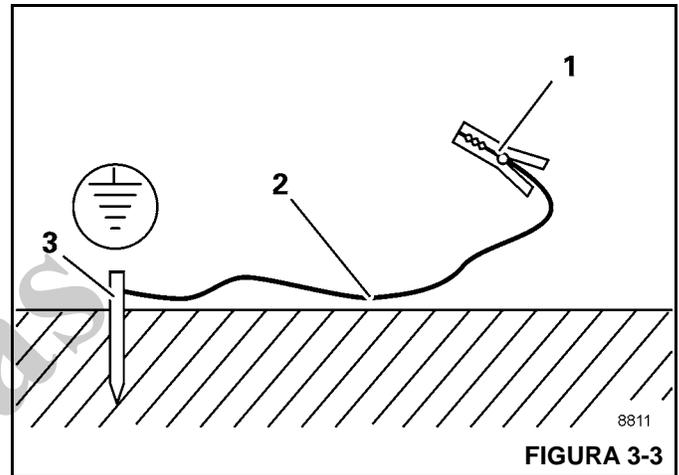

FIGURA 3-3
1. Martele uma haste de metal (3, Figura 3-3) [comprimento de aproximadamente 2,0 m (6.6 pés)] pelo menos 1,5 m (5 pés) no solo.
2. Umedeça o solo ao redor da haste de metal (3) para obter melhor condutividade.
3. Prenda o cabo isolado (2) na haste de metal (3) seção transversal de pelo menos 16 mm² (0.025 pol²).
4. Conecte a extremidade livre do cabo com um grampo (1) a um local com boa condutividade elétrica na estrutura.